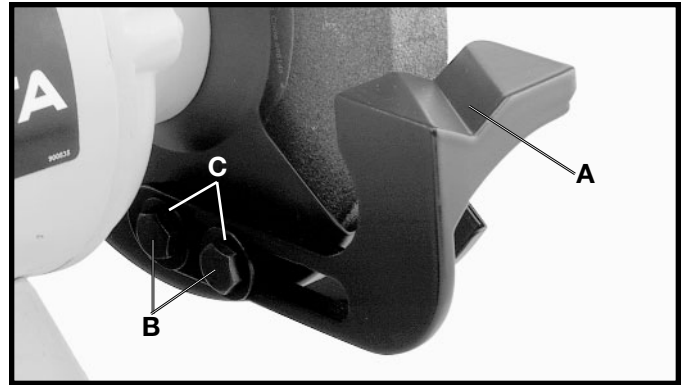

Fig. 3
1. Installez le porte-outil avec rainure en V (A) fig. 3, à l'intérieur du protecteur droit à l'aide des deux vis à tête hex. 5/16-18 x 5/8 po (B) et des rondelles plates 3/4 po (C).